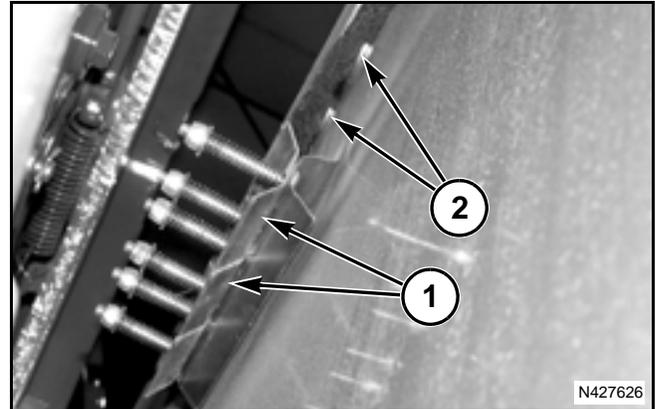

FIG. 27
FIGS. 27–28: Estas figuras muestran los tensores de cordel (1) de los cordeles de aguja en las cajas de cordel del lado izquierdo y del lado derecho. Los cordeles de la aguja vienen desde las cajas de cordel a través de las guías de cordel (2) y descienden a través de los tensores de cordel.